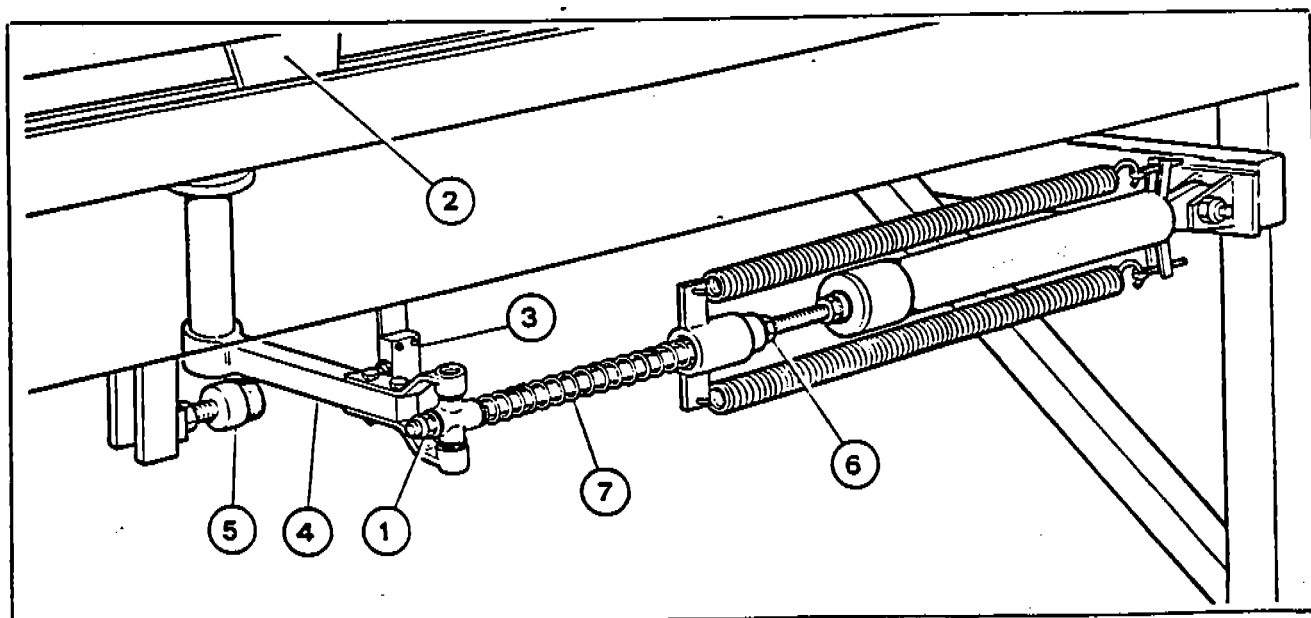

Fig. 50
- 1) Agendo sul dado (1-Fig. 50), regolare la massima apertura delle ganasce, cilindro tutto chiuso, in modo da consentire il passaggio libero delle lame bloccaggio convoglio (2-Fig. 50): gioco consigliato 4 mm (2 + 2).
Dopo detta regolazione, posizionare il microinterruttore (3-Fig. 50) in modo che sia azionato dalla leva (4-Fig. 50).
- 3) Controllare la luce esistente tra i ferodi delle ganasce. Questa deve corrispondere a circa 2 mm in meno dello spessore della lama (2-Fig. 50) di bloccaggio convoglio. Se necessario, regolare il tampone (5-Fig. 50) fino ad ottenere la giusta regolazione.
- 4) Se dopo aver eseguito le operazioni ai punti 1), 2), 3) la frenata risultasse insufficiente aumentare il tempo di frenata come descritto al punto 2.2.2. g). Se necessario agire sulla molla di regolazione pressione di frenata tramite i dadi (6-Fig. 50).
Verificare che a freno completamente chiuso, con convoglio in stazione, la molla (7-Fig. 50) non sia completamente compressa ma che ci sia della luce tra spina e spina in modo da evitare lo snervamento della molla stessa.